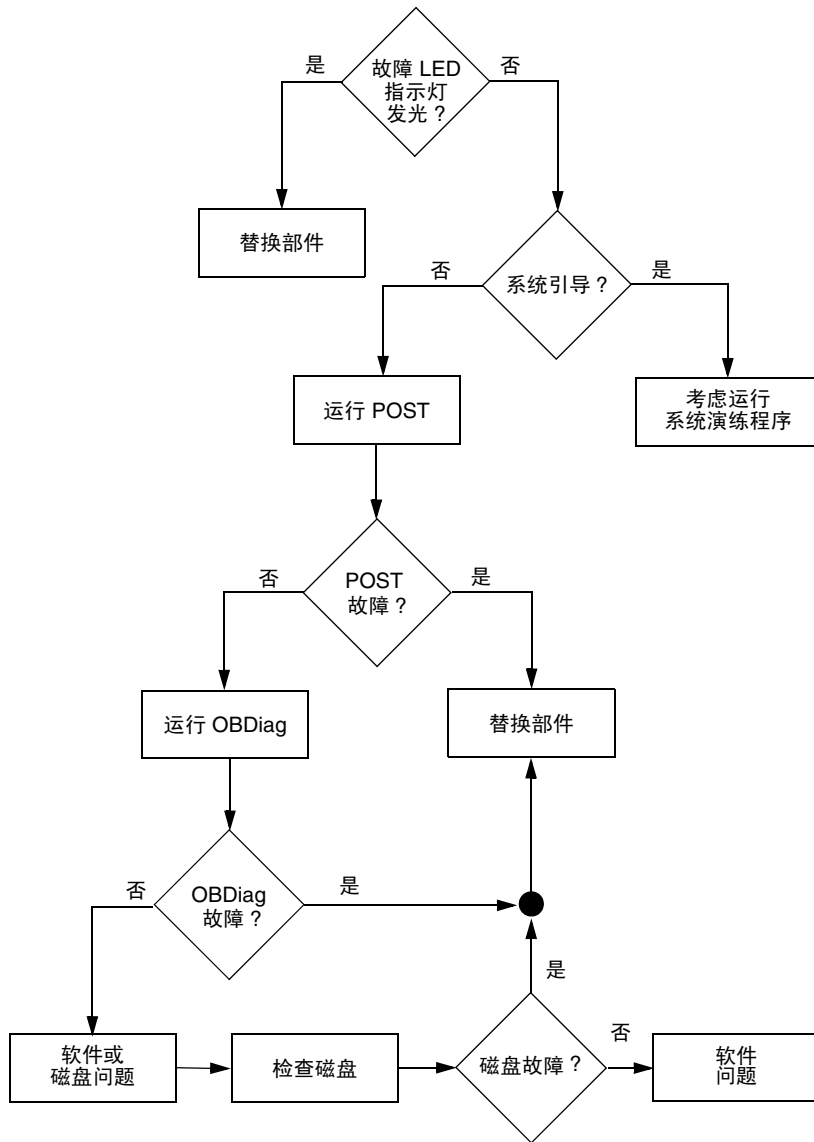

图 10-1 选择用于隔离硬件故障的工具
- 如果系统能够进行引导，则应该使用功能更为全面的工具。典型的故障隔离过程如图 10-1 所示。